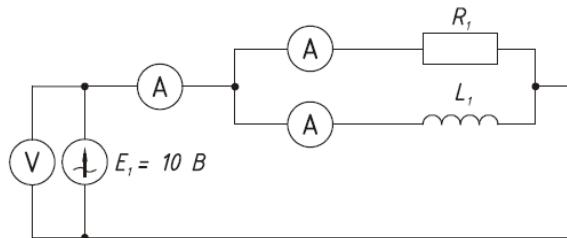

Рис. 2
4. Собрать схему в соответствии с рис. 2. Установливая индуктивность в соответствии с таблицей 2 записать значения токов и напряжений с указательных приборов. ( $R_1 = 100 \text{ Ом}$ )